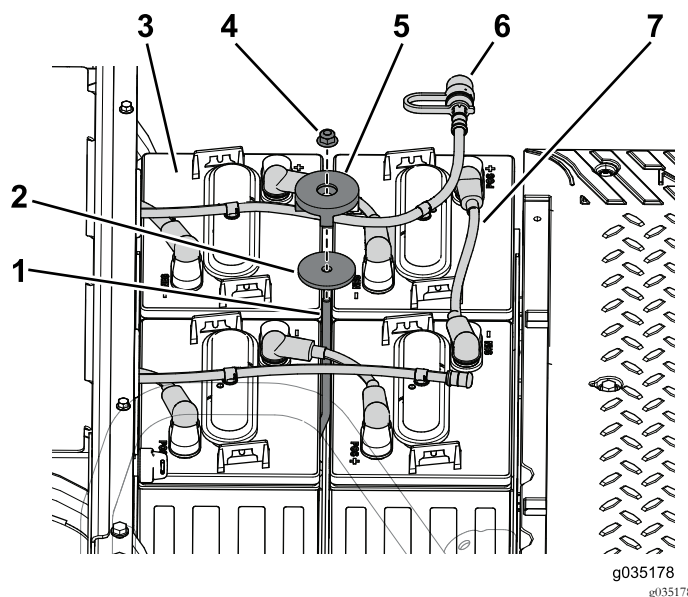

Figura 57
1. Remova a porca flangeada, a fixação da bateria e a anilha que prende as baterias no tabuleiro da bateria frontal (Figura 57).
2. Desligue a mangueira da rega das baterias no tabuleiro da bateria dianteiro (Figura 57).